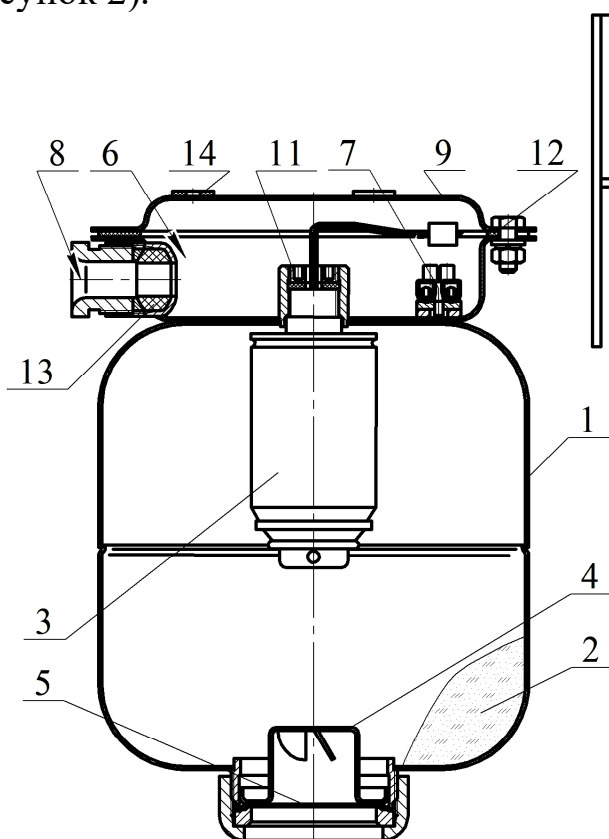
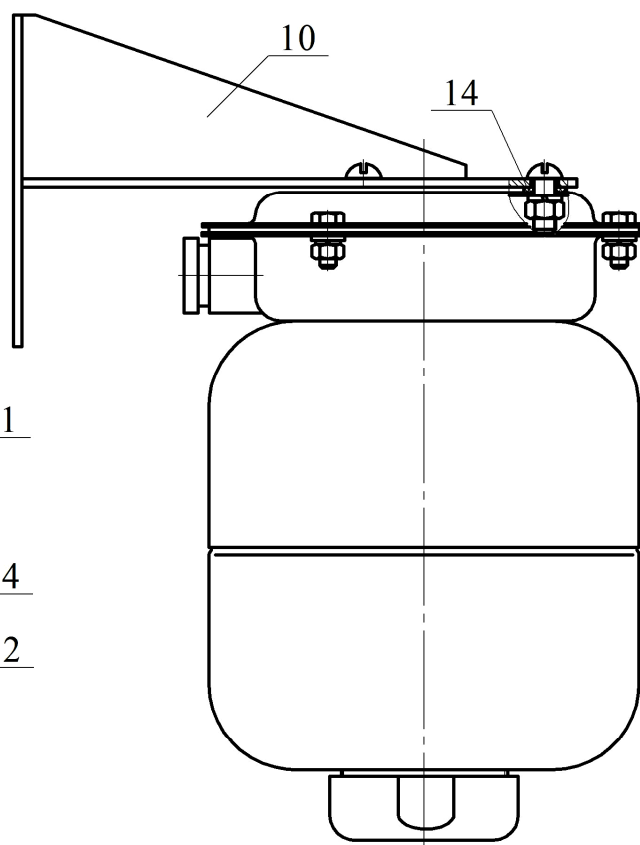

Рисунок 1
Рисунок 2
В верхней части МПП снабжен кронштейном **9** для крепления к потолочному перекрытию (рисунок 1) или кронштейном **10** для крепления к стене (рисунок 2).
2.1.3 Закрепить кронштейн 9 (см. рисунок 1) на потолке или кронштейн 10 (см. рисунок 2) на стене. Крепление кронштейна 9 к потолку производить через резиновые прокладки 14. Координаты отверстий в кронштейне, предназначенном для крепления МПП на потолке, приведены на рисунке 4а), на стене – на рисунке 4б).
2.1.4 Через резиновую прокладку **12** (см. рисунок 1) состыковать МПП с кронштейном и закрепить соединение гайками. Соединение МПП с настенным кронштейном **10** производить через резиновые прокладки **14** (см. рисунок 2).